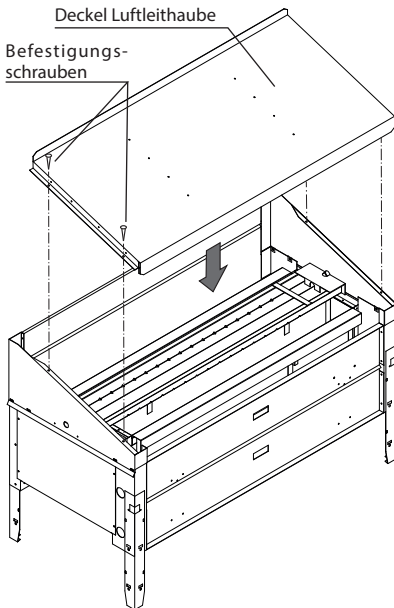

Abb. 7
8. Deckel Luftleithaube aufsetzen (Abb. 7)